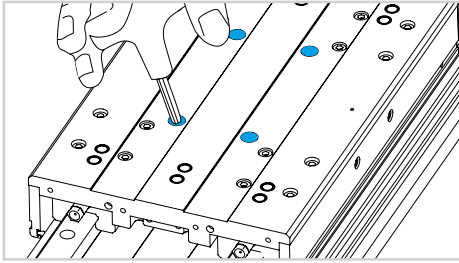

Abb. 7
8) Lösen und entfernen Sie die vier Schrauben, mit denen das innere Teil des Laufwagens befestigt ist (Abb. 7).